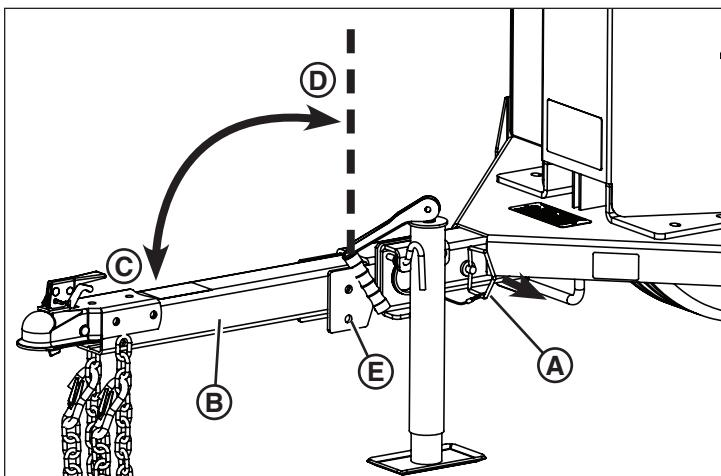

Figure 4
1. Retirer la goupille (**A**, Figure 4) qui fixe la flèche de remorque (**B**) en position de remorquage (**C**).
2. Soulever la flèche en position de stationnement (**D**, Figure 4). Fixer avec la goupille de verrouillage en l'insérant dans le trou de verrouillage de position de stationnement (**E**). Ne pas oublier de bien fixer la goupille de verrouillage avec l'épingle jointe.
1. Retirer la goupille de verrouillage qui fixe la flèche de la remorque en position de stationnement (**E**, Figure 4).
2. Abaisser la flèche en position de remorquage (**C**, Figure 4). Fixer la goupille de verrouillage (**A**). Ne pas oublier de bien fixer la goupille de verrouillage avec l'épingle jointe.